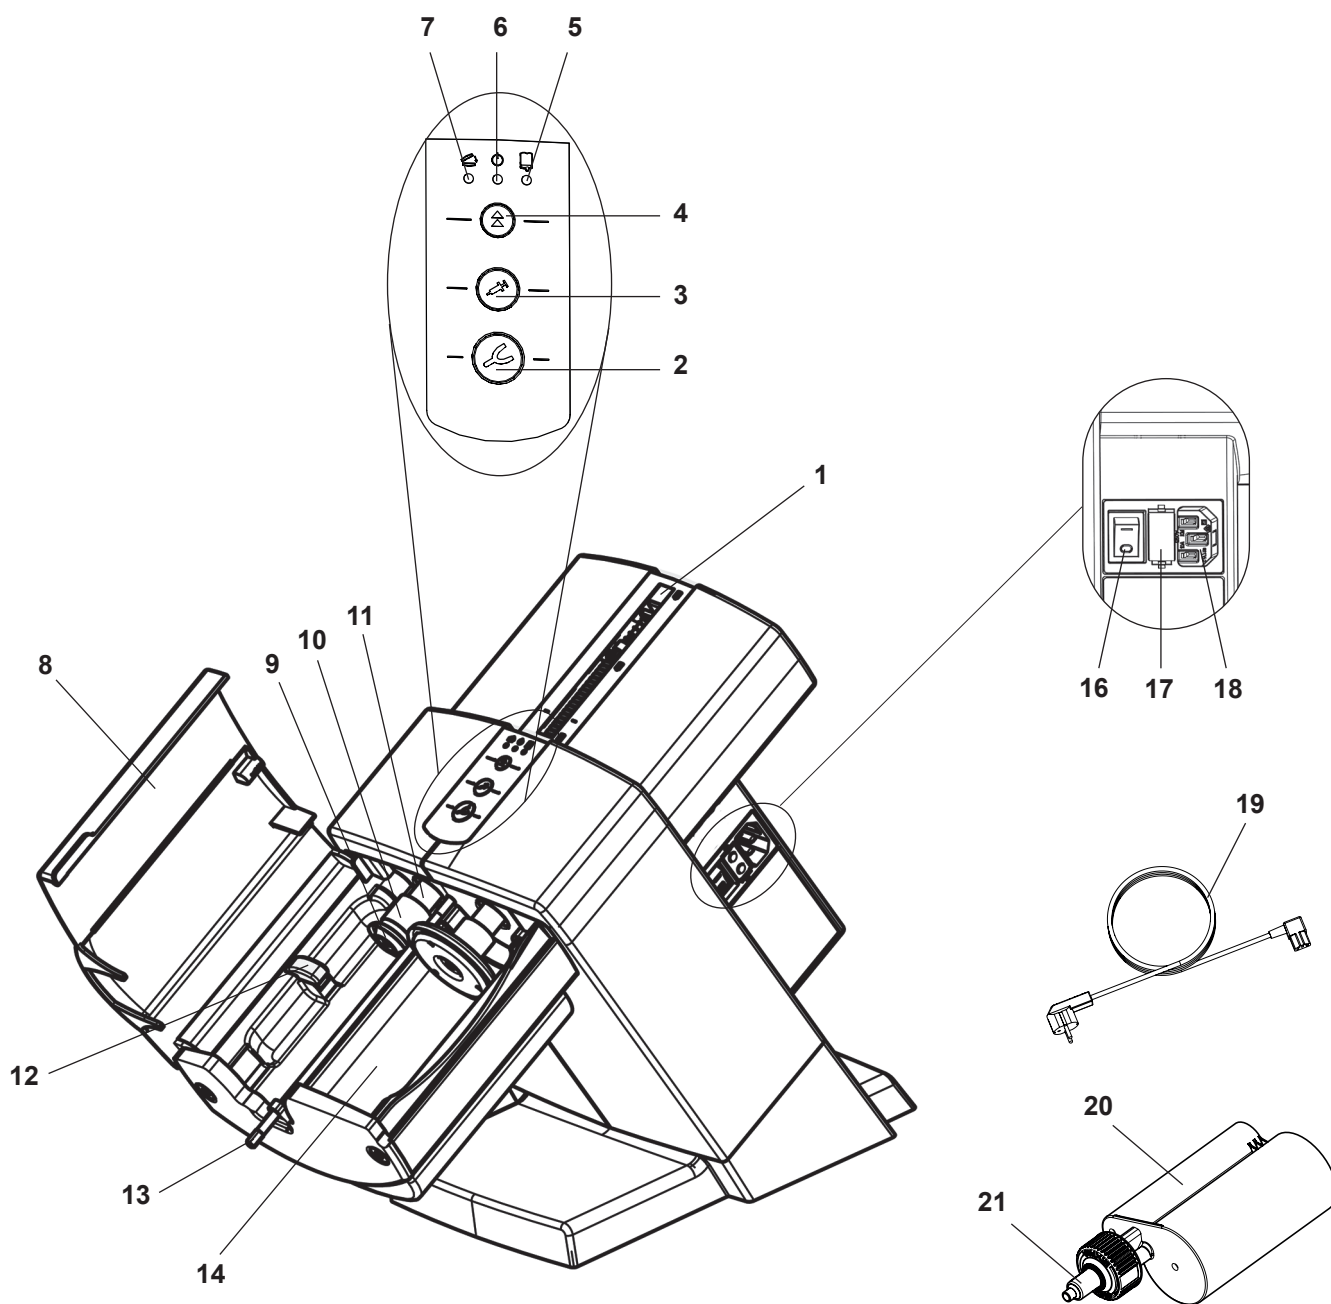

Fig. 1
- ⇒ Introduceți cablul de rețea din pachetul de livrare (19, fig. 1) în fișa racordului la rețea (18).
- ⇒ Conectați aparatul de la întrerupătorul de rețea (16).
- ⇒ Închideți clapeta aparatului (8, fig. 1).
- ⇒ Apăsăți tasta de mers înapoi (4).
- ◆ Discurile de presiune (9, fig. 1) se deplasează înapoi până la poziția inițială și se opresc acolo.
- ⇒ Îndepărtați siguranța de transport (23).
Introducerea, precum și schimbarea unui cartuș se pot realiza numai dacă cele două discuri de presiune (9, fig. 1) se află în poziția inițială.
⇒ Închideți clapeta aparatului (8, fig. 1).
⇒ Deschideți clapeta aparatului (8, fig. 1).
Clapeta aparatului se poate închide numai cu cartușul introdus corect. Atât timp cât clapeta aparatului nu este închisă conform prescripțiilor, se aprinde LED-ul roșu „Clapetă aparat deschisă” (7, fig. 1).
- Lingură de amprentă (2), viteză ridicare de scoatere prin presare sau
- Dispenser (3), viteză scăzută de scoatere prin presare
- ◆ Capul hexagonal de amestecare (13, fig. 1) începe să se rotească și se inserează automat în duza malaxorului (21, fig. 1) și se oprește apoi din nou.